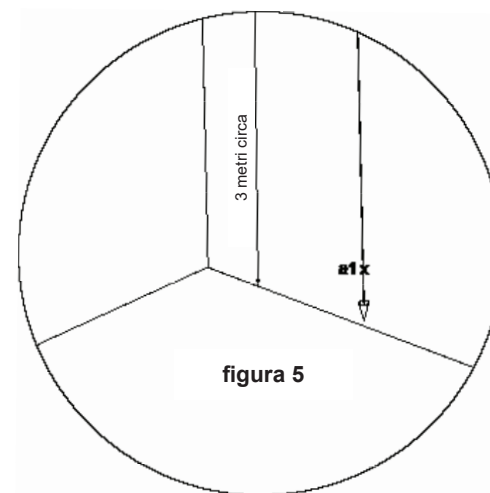

figura 5
- 2) Una volta sistemato il filo a piombo, marcare il punto a1 sul muro dietro il filo a piombo, accanto al piombo (vedi figura 5).